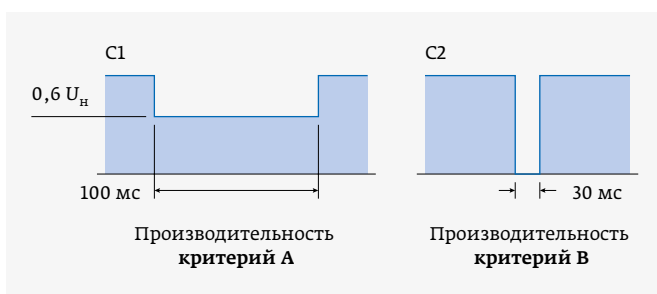

Рис. 5. Изменения в подаче питания
**Переключение питания** происходит при кратковременных переключениях и отключениях внешних источников питания (рис. 5).